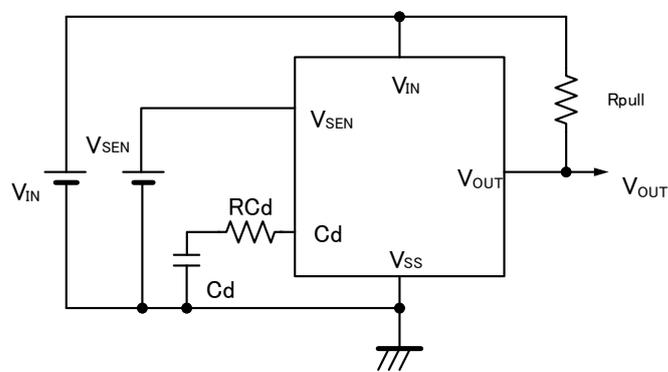

図 4:Cd 端子に抵抗を接続した回路例
- ・ Cd-Cd 端子間に 500 Ω ~1k Ω の抵抗(RCd)を接続。(図 4 参照)